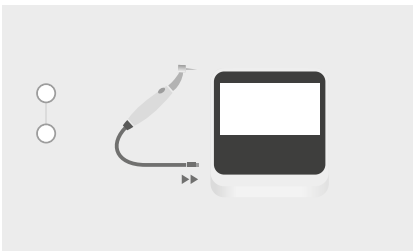

Рис. 38 Під'єднайте робочий інструмент
- Натисніть клавішу MODE (РЕЖИМ) і утримуйте її кілька секунд (A), щоб увійти в меню налаштувань.
- Натисніть клавішу SET (НАЛАШТУВАННЯ), щоб обрати калібрування (B).
- На екрані з'явиться очікування підключення робочого інструмента (рис. 38).